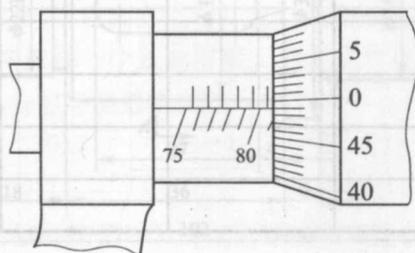

图 1—12 识读外径千分尺的示值四
3. 按下表中给定的极限偏差, 在图 1—13 中标注相应的尺寸公差。